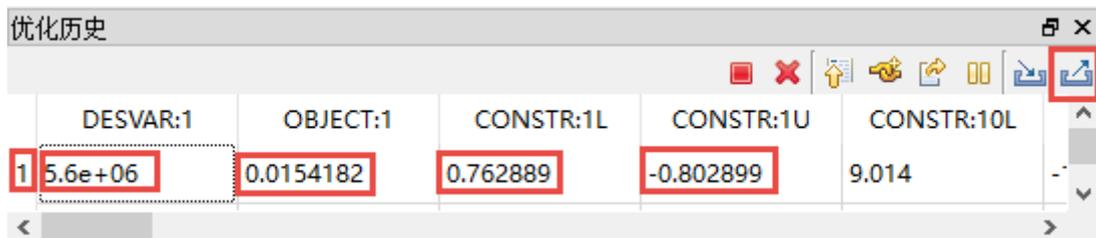

图 1.20 优化历史界面
② 模型修正。建立好优化模型之后，开始优化，对模型进行修正。右键点击“5 修正”，选择“优化”，优化开始，经过一段时间后，弹窗提示“模型修正完成”，优化完成。
③ 查看优化结果。在优化过程中，优化历史界面会显示每一步优化的信息，如图 1.20 所示。最左边的“1”表示第一步优化，往右依次是该步设计变量值、目标函数值、约束函数值等。